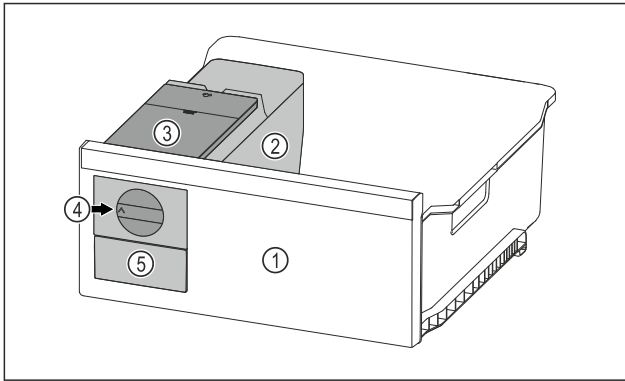

Fig. 96 Beispielfhafte Darstellung
- Drehknopf Fig. 96 (4) im Uhrzeigersinn bis zum Anschlag drehen.
- Eiskwürfel fallen aus der Eiskwürfelschale in das Eiskwürfelschubfach Fig. 96 (5).